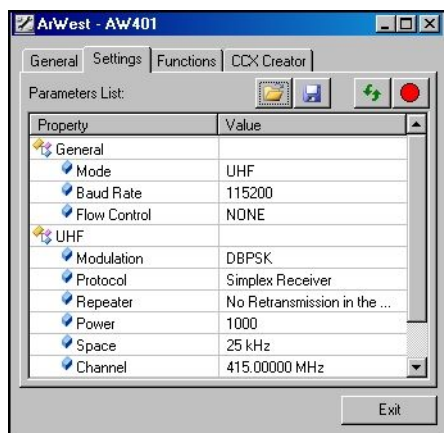

Рис. 3-7. Настройки радиомодема
- Выберите вкладку Settings, чтобы открыть список настроек модема (см. Рис. 3-7 на стр. 3-6). Содержимое этого списка варьируется в зависимости от модели модема и, возможно, от версии микропрограммного обеспечения.